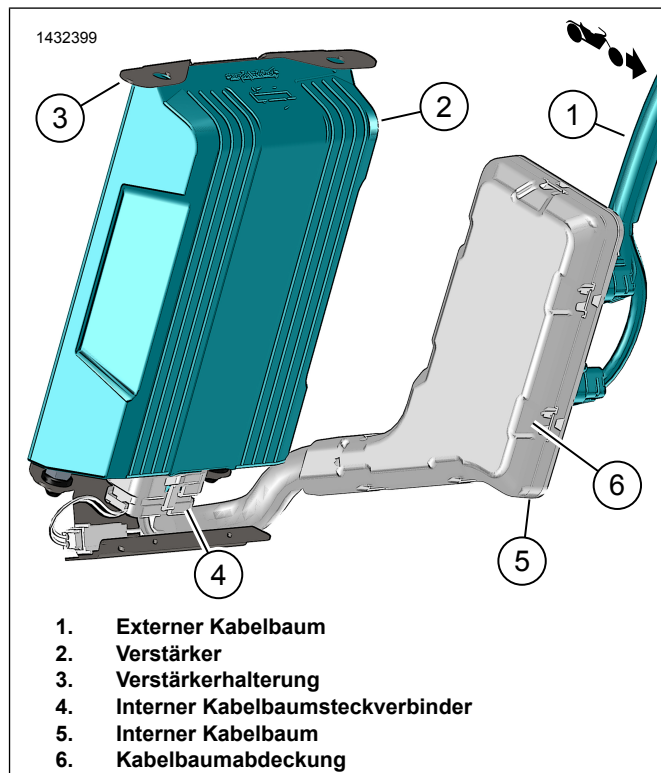

Abbildung 14. Rechte Satteltasche Verstärker Montage
6. Siehe Abbildung 14. Den internen Kabelbaum-Steckverbinder (4) am Verstärker (2) anschließen.
10. Siehe Abbildung 14. Die Kabelbaumabdeckung (6) einbauen.